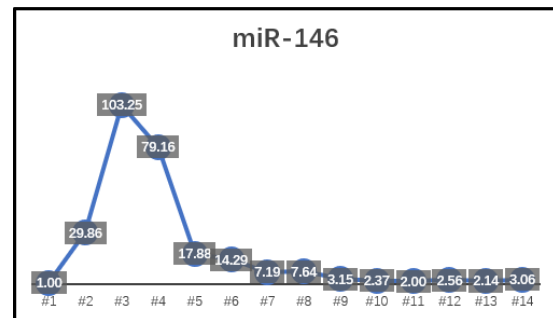

图 2. 囊泡富集的 RNA 在 Exosupur®各个馏分中的分布, 各个馏分中 miRNA-146 的相对量以数字的形式展现在图中
2. 使用 1ml 血浆进行分子排阻分离, 提取每个馏分 RNA, 通过 PCR 的方法检测 Exosupur®排阻柱的各个馏分中已报道的囊泡特异性 miR-146 的丰度, 如图 2 所示。